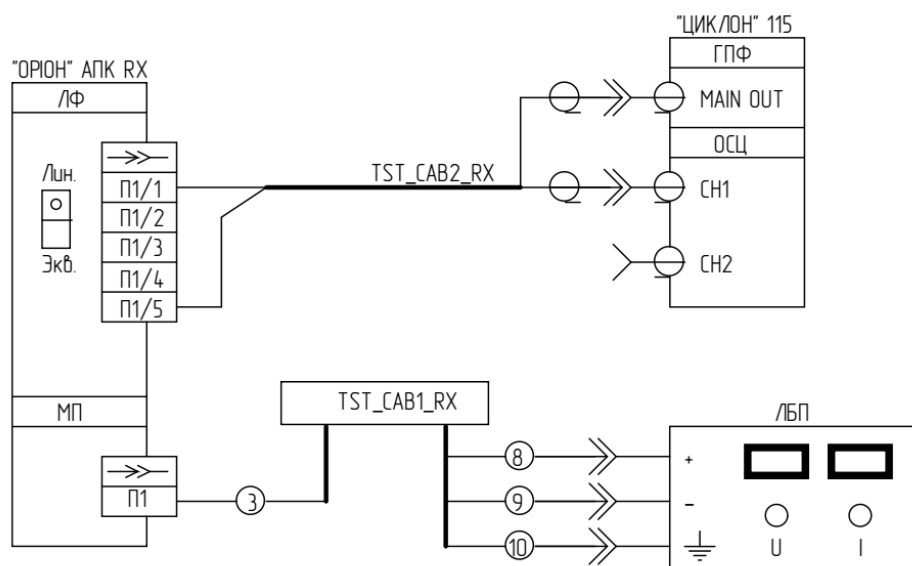

Рисунок 8.11.1 – Схема підключення
- 2) Зібрати схему проведення вимірювань (див. рисунок 8.11.1);